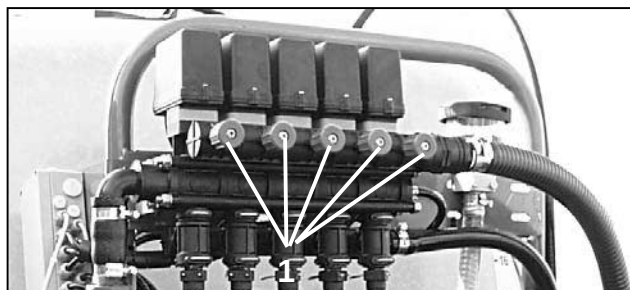

Fig. 7.16
- Ligetryksarmaturet indstilles ved hjælp af indstillingsskruen (fig. 7.16/1).
- Efter at have udført indstillingen, lukkes alle delbredder på kontakten (fig. 7.16/3). Det viste tryk skal også nu være nøjagtigt **4 bar**. Hvis dette ikke er tilfældet, skal indstillingen på ligetryksarmaturet gentages.